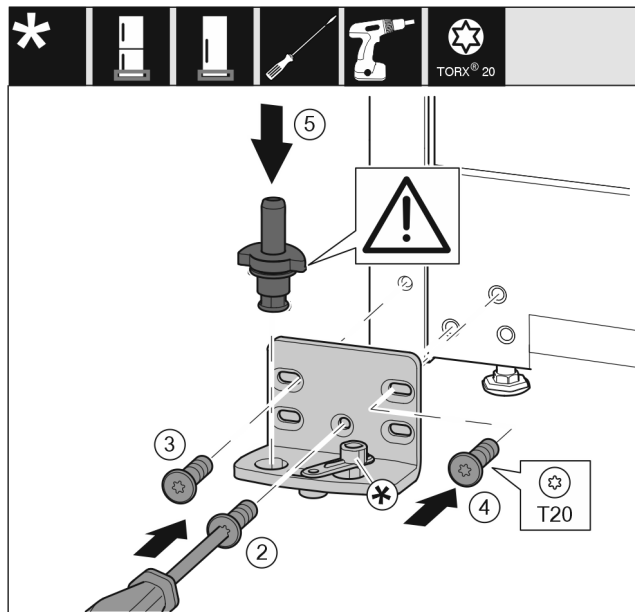

Fig. 34
- Lagerbock auf der anderen Seite ansetzen und mit Hilfe eines Schraubendrehers T20 anschrauben. Mit Schraube 2 unten in der Mitte beginnen. Fig. 34 (2)
- Schraube 3 und 4 festschrauben. Fig. 34 (3,4)
- Lagerbolzen komplett einsetzen. Dabei darauf achten, dass der Rastnocken nach hinten zeigt. Fig. 34 (5)
- Lagerbock auf der anderen Seite ansetzen und mit Hilfe eines Schraubendrehers T20 anschrauben. Mit Schraube 2 unten in der Mitte beginnen. (2)
- Schließdämpferverbindung um 180° drehen. Auf der anderen Seite des Lagerbocks mit Schraubendreher T20 anschrauben. (5)
- Lagerbolzen komplett einsetzen. Dabei darauf achten, dass der Rastnocken nach hinten zeigt. (6)